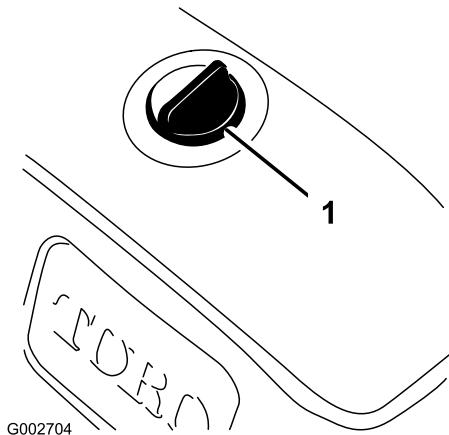

Figura 8
- Pulite attorno al tappo del serbatoio dell'olio idraulico per impedire l'ingresso di corpi estranei nel serbatoio (Figura 8).